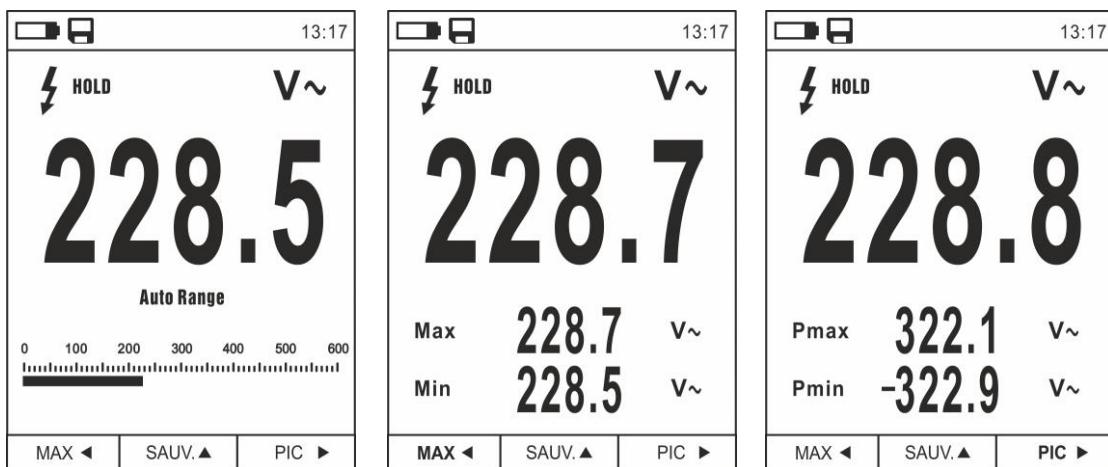

Fig. 9: Mesure MIN/MAX et PIC
1. Appuyer sur la touche **MAX** ▲ pour entrer dans la mesure des valeurs MAX et MIN de la grandeur testée (voir Fig. 9 – partie centrale). Les symboles « MAX » et « MIN » s'affichent à l'écran
6. Appuyer sur la touche **PIC** ▶ pour entrer dans la mesure des valeurs de Crête de la grandeur testée (voir Fig. 9 – partie droite). Les symboles « Pmax » et « Pmin » s'affichent à l'écran et les valeurs sont actualisées avec les mêmes modalités que la fonction MAX/MIN